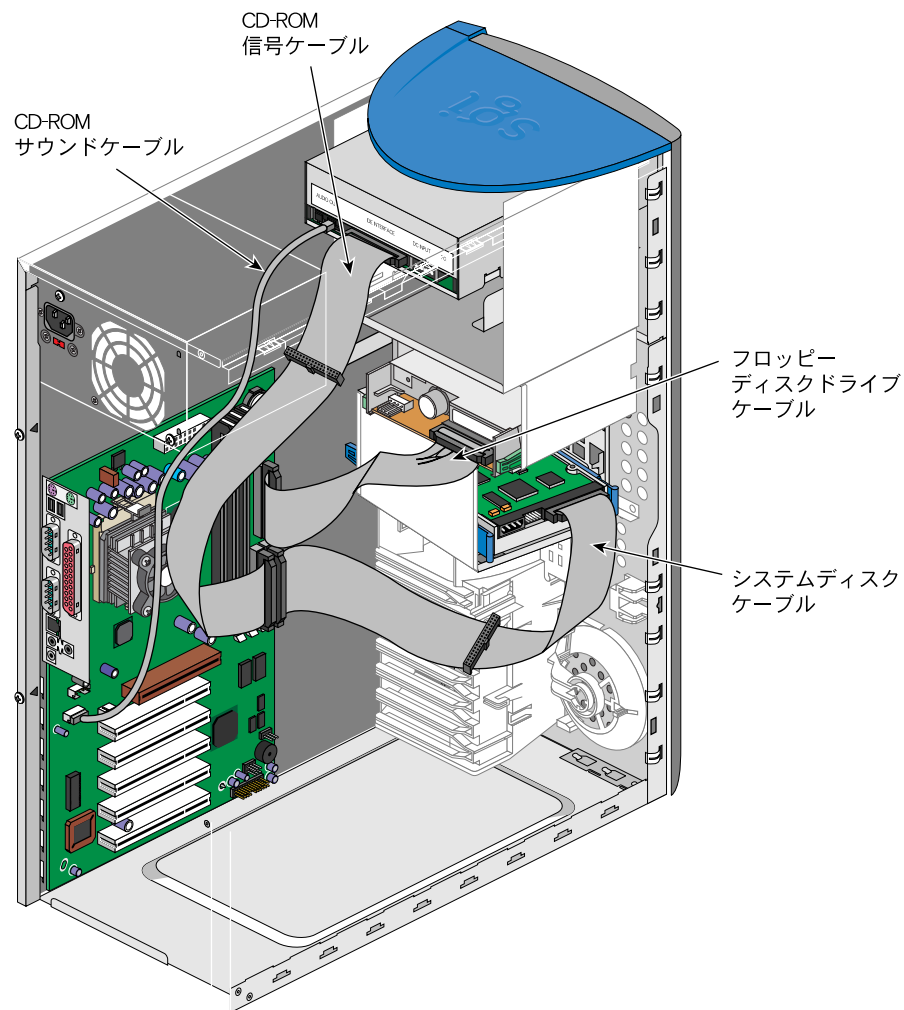

図 2-25 システムボードコネクタの場所
6. すべてのシステムボードケーブルをコネクタに接続します。システムボードコネクタの場所については、図 2-25 および 61 ページの図 3-1 を参照してください。